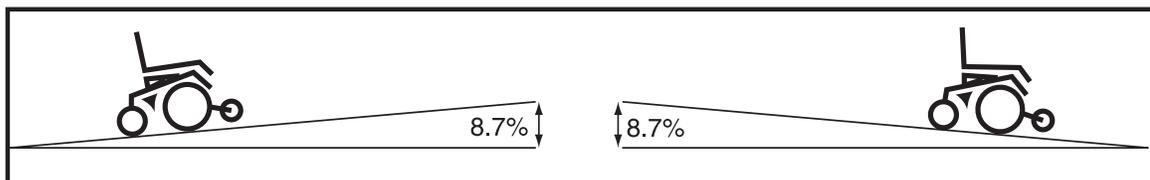

Figura 1. Pendenza massima in sicurezza (salita e discesa)
**AVVERTENZA!** Anche se la Carrozzina è in grado di salire pendenze più ripide di quelle illustrate nella figura 1, non superare mai le direttive sulle pendenze, o altre specifiche tecniche presentate in questo manuale. Ciò potrebbe causare l'instabilità della Carrozzina e comportare lesioni alle persone e/o danni alla Carrozzina.
La maggior parte delle rampe di accesso pubblico per disabili devono avere un'inclinazione massima pari a 8,7%. Pertanto, la Pride consiglia che l'inclinazione massima della pendenza che si desidera salire o scendere sulla Carrozzina non superi il 8,7%. Vedere figura 1.